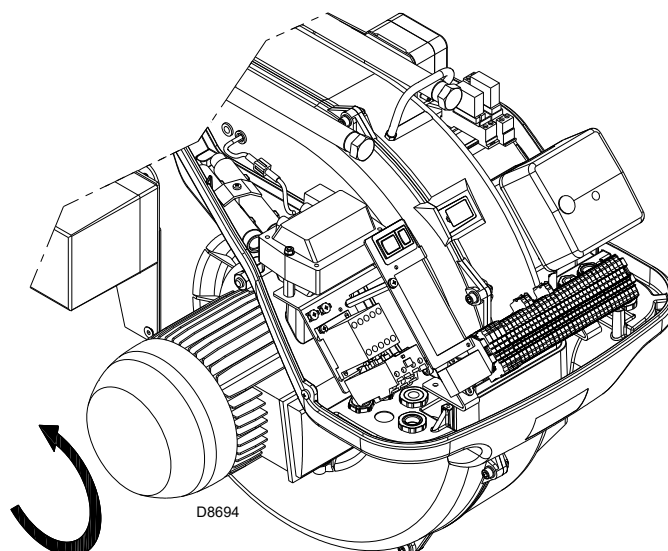

Abb. 29
- Prüfen Sie die Drehrichtung des Lüfterrads des Gebläses über das Flammen-Sichtfenster (Abb. 29).
- Prüfen Sie die Drehrichtung des Gebläsemotors wie aus Abb. 29 ersichtlich.